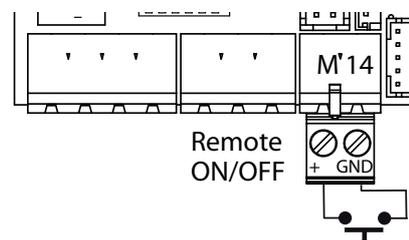

Fig. 4.d
- Il setpoint è modificabile anche collegando il trimmer (opzionale) al morsetto F (fig 4.a)